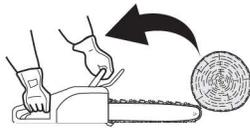

Fig. 32
Em certos casos, o contacto com a ponta da lâmina-guia (4) pode provocar uma reação abrupta, projetando a lâmina-guia para cima e para trás, na direção do operador (Figs. 32 - 34).